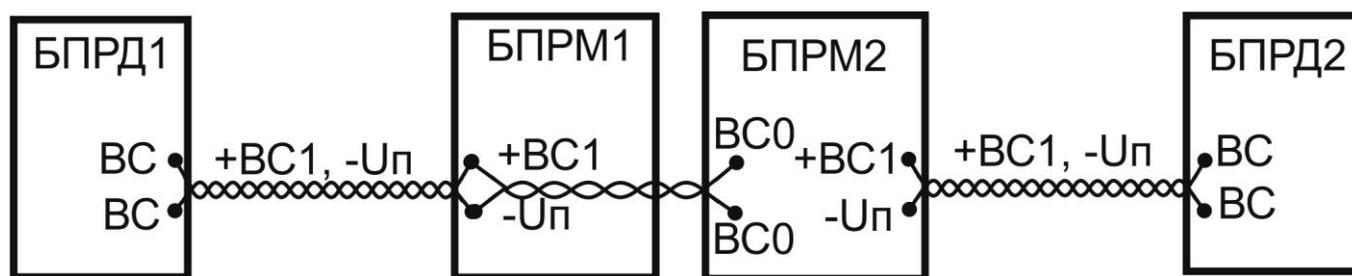
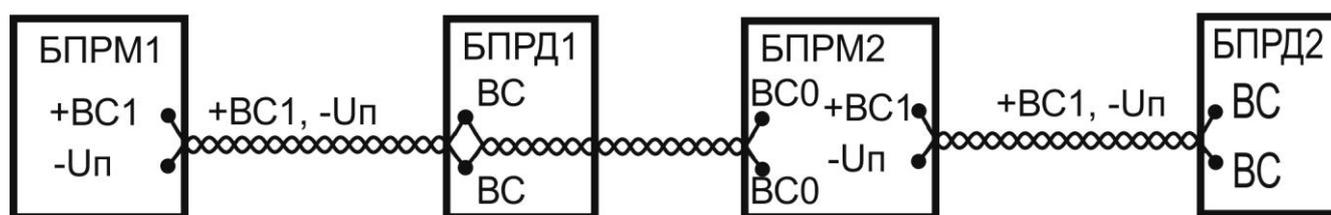

Рис. 6.9
Рис. 6.10
6.2.4.6 Для исключения взаимовлияния (засветки) соседних параллельных или смежных извещателей, имеется возможность включения режима внешней синхронизации. При этом активный выход ВС1 (БПРМ1, см. рис. 6.9) синхронизации БПРД1 и  $-U_{п}$  ведущего извещателя подключаются к входам (+/-BC0 без соблюдения полярности) внешней синхронизации БПРМ2 ведомого извещателя, независимо от того где находится синхронизируемый БПРМ2, вблизи смежного БПРМ1 (рис. 6.9) или БПРД1 (рис. 6.10), т. е. на любом конце активных проводов (BC1 и  $-U_{п}$ ) синхронизации. Подключение должно также проводиться витой парой, можно без соблюдения полярности.